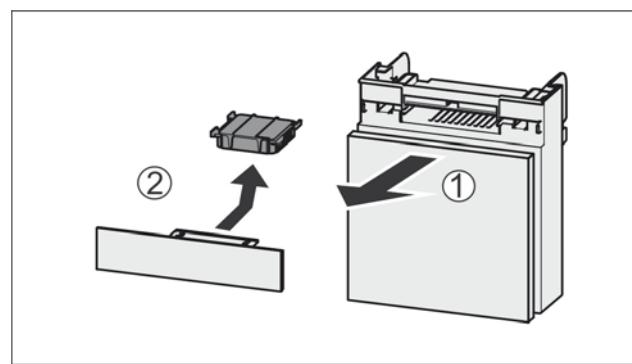

Fig. 98
- Вытянуть Fig. 98 (1) отделение движением вперед.
- Извлечь Fig. 98 (2) фильтра с активированным углем.